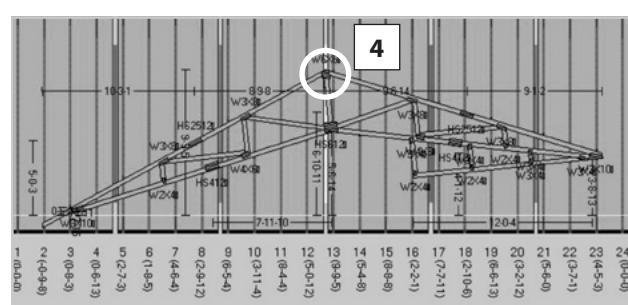

Figura 37
- Haga clic en un punto para rotar el punto de referencia (figura 37).